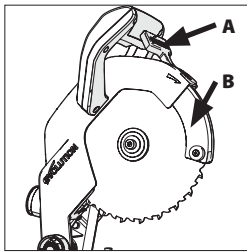
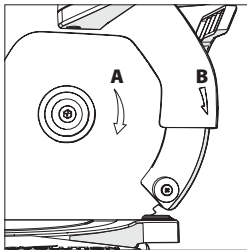

Abb. 28
Abb. 29
(Abb. 28) Setzen Sie das neue Sägeblatt auf den inneren Flansch und vergewissern Sie sich, dass es korrekt auf der Flanschschulter sitzt. Führen Sie anschließend den unteren Messerschutz langsam wieder in seine ursprüngliche geschlossene Position zurück. Stellen Sie sicher, dass der Richtungspfeil auf dem Sägeblatt (A) mit dem in den Uhrzeigersinn zeigenden Pfeil auf dem oberen Messerschutz (B) übereinstimmt. **(Abb. 29)**